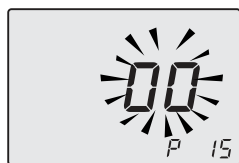

Figura 5.36
- Desplace los parámetros mediante los botones 18 o 19 hasta que aparezcan en el display LCD las letras **P15** y el valor del parámetro, indicando que se ha entrado en el "parámetro 15" (Figura 5.36).